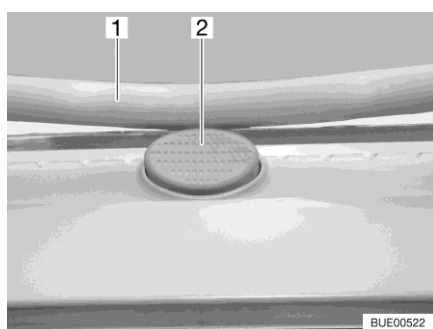

Fig. 94 Bouton de sécurité (lanterneau Heki)
- Appuyer sur le bouton de sécurité (Fig. 94,2) et tirer l'étrier (Fig. 94,1) vers le bas avec les deux mains.
- Pousser l'étrier vers le haut avec les deux mains jusqu'à ce que ce dernier se trouve au-dessus du bouton de sécurité (Fig. 94,2).